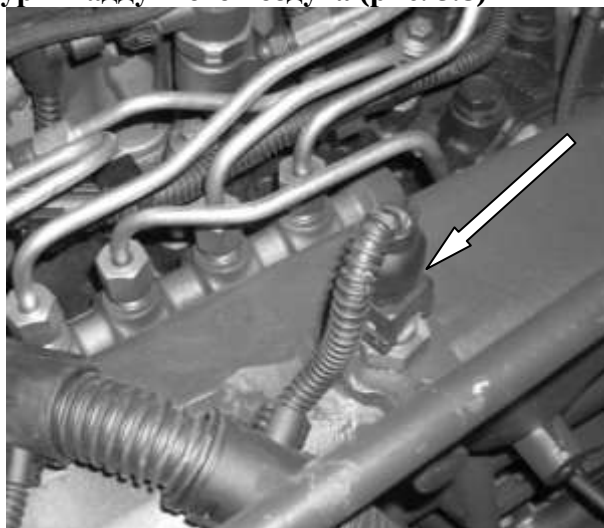

Рис. 5.8 Датчик температуры наддувного воздуха
5.1.9 Датчик температуры наддувного воздуха (рис. 5.8)